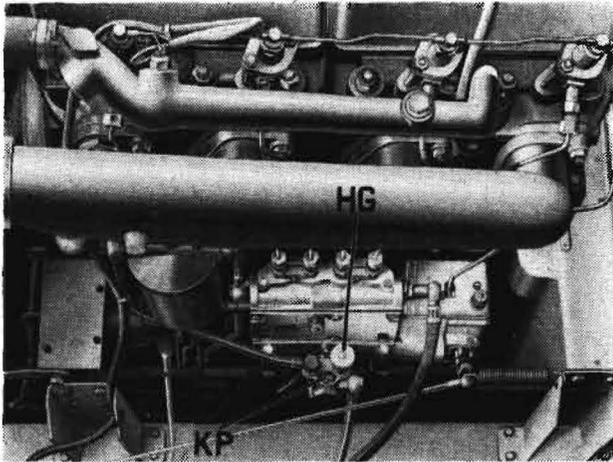

Bild 6/21
- Handgriff HG an der Kraftstoffförderpumpe KP nach links drehen, bis Betätigung der Pumpe von Hand möglich ist (Bild 6,21).
- Entlüftungsschraube E am Filter G öffnen. Förderpumpe betätigen bis Kraftstoff an der Entlüftungsschraube als geschlossener Strahl abspritzt, dann Entlüftungsschraube schließen (Bild 6/22).